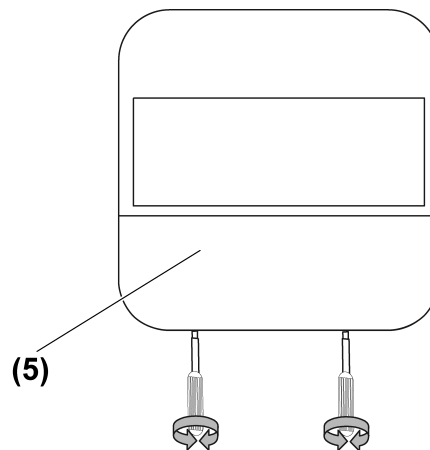

Bild 12: Demontage Abdeckung Serie CD/LS
- Schalter (5) abnehmen (Bild 12).
- Abdeckung des Schalters (5) abnehmen (Bild 12).